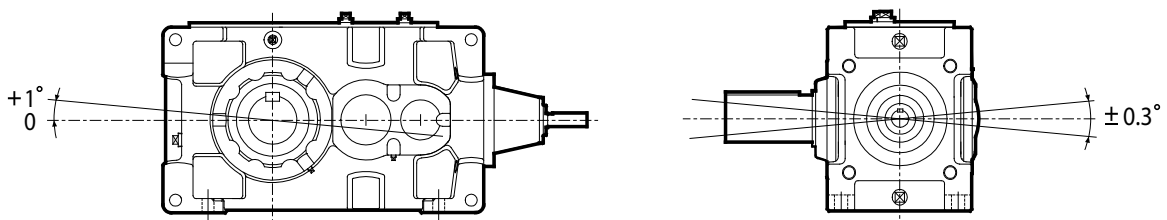

Abb. 3
6. Lüfterhaube ³⁾ und ⁵⁾ montieren und mit Bolzen ¹⁾, ²⁾ und ³⁾ befestigen (Abb. 3 und 4).